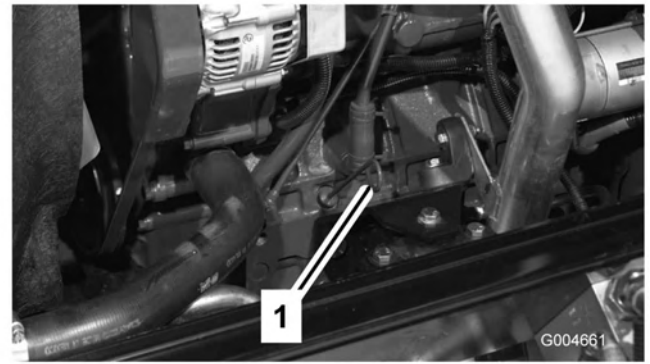

Figura 5
3. Retire a vareta, limpe-a, coloque-a no tubo e volte a retirá-la em seguida. O nível de óleo deverá atingir a marca Full (Cheio) (Figura 5).